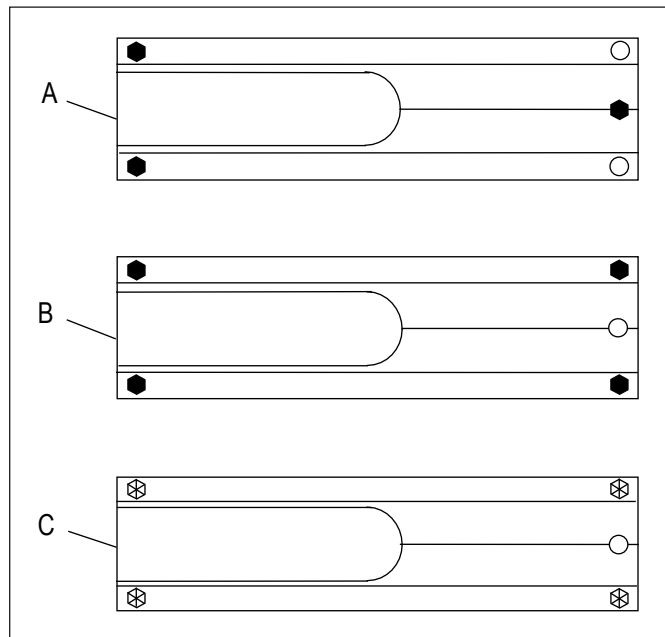

Abb. 4
Soll das Vorschubgerät auf ebene Flächen aufgesetzt werden, sind die Stützfüße als Dreipunktauflage (s. Anordnung A in Abb. 4) anzuordnen:
Für Messungen an zylindrischen Messobjekten mit einem Durchmesser ab 72 mm ist die Vierpunktauflage (s. Anordnung B in Abb. 4) zu wählen.
2. Die vier Schrauben zur Befestigung des Auflageprismas einsetzen (s. Anordnung C in Abb. 4) und mit dem Innensechskantschlüssel (SW 2) festschrauben.